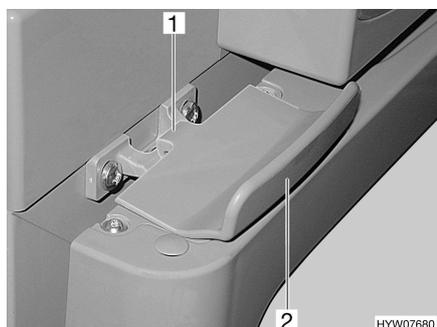

Fig. 94 Dispositif de verrouillage de la porte du réfrigérateur, fermé (Thetford)
- Ouvrir la porte du réfrigérateur sur la poignée (Fig. 94,2). Le verrouillage (Fig. 94,1) sera débloqué automatiquement.